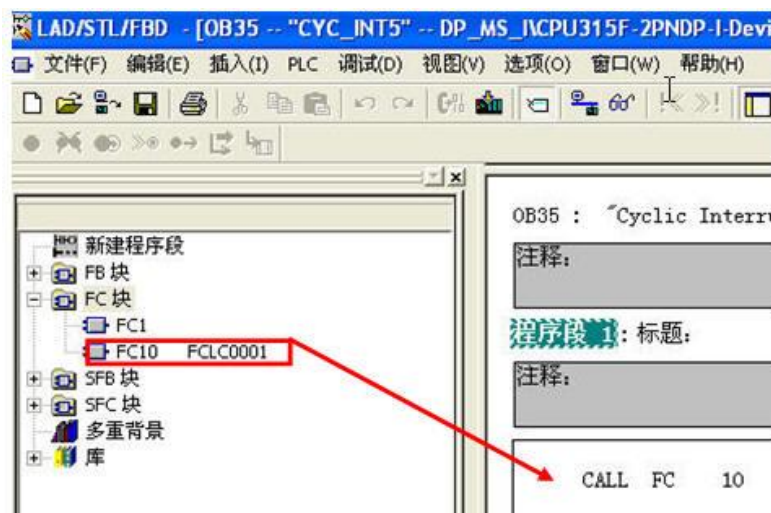

图 2-28 FC10 调用
9) OB 35 内调用 FC10,并将 OB35 下载到 PLC, 如图 2-28